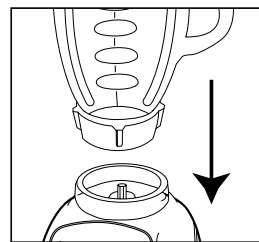

FIGURE 5
6. Placez le récipient sur l'embase. (*Figure 5*)